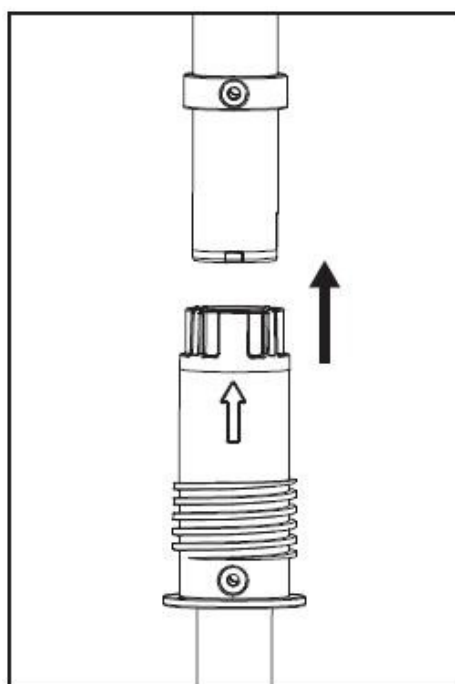

Fig.1
- Совместите точку сборки на верхней штанге с отметкой на нижней штанге. (Fig.1)